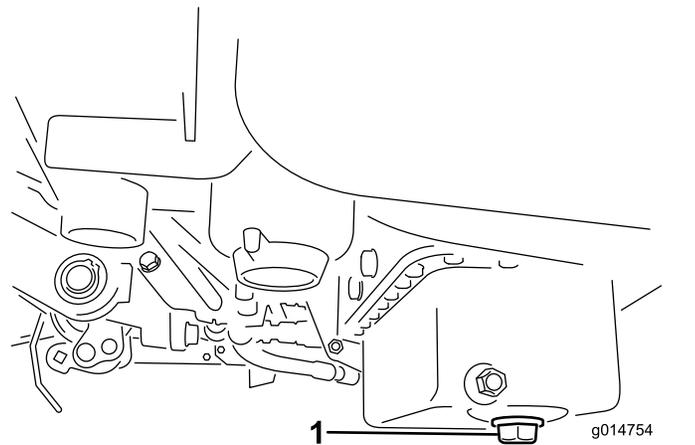

図 29
1. ドレンプラグを外してオイルを容器に受ける。オイルが抜けたらドレンプラグを取り付ける(図 29)。